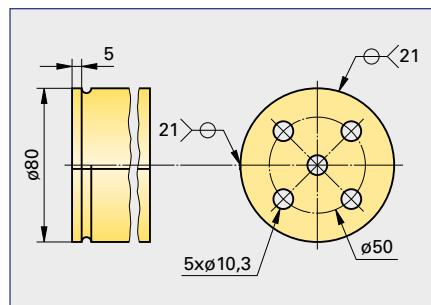

Bild 2
- die Zuschnittlänge des Lampenkörpers bei einer Überlappung von 8 mm (**Bild 2**),
- Der Deckel Pos. 2 mit Rand zum Anschweißen (**Bild 2**) soll mit der Kreismesserschere zugeschnitten werden. Auf welchen Durchmesser muss diese eingestellt werden?